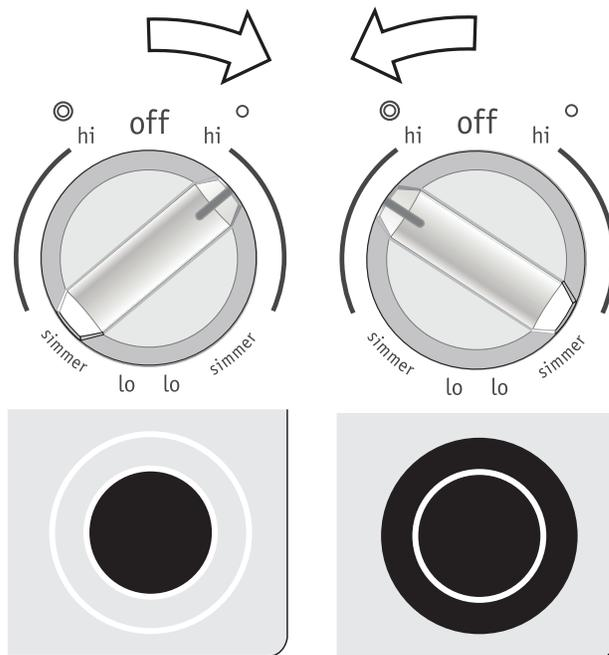

Figure 9 : Fonctionnement du serpentin intérieur (G) et fonctionnement du serpentin intérieur/extérieur (D)
La table de cuisson est munie d'un ou de deux éléments de surface radiants doubles qui se trouvent à la position avant gauche et avant droite ou à la position arrière droite. Les symboles situés au-dessus des boutons de commande servent à indiquer quel serpentin de l'élément radiant double va chauffer. Le symbole doté d'un seul cercle indique que seul le serpentin intérieur va chauffer (voir figure 9). Le symbole doté de deux cercles indique que le serpentin intérieur et extérieur vont tous les deux chauffer (voir figure 9). Vous pouvez alterner entre ces deux réglages à tout moment durant la cuisson.
2. Enfoncez le bouton de commande et tournez-le vers le symbole à un seul cercle pour les ustensiles de cuisson plus petits et vers le symbole à deux cercles pour les ustensiles de cuisson plus grands (voir figure 9). Tournez le bouton pour ajuster le réglage, si nécessaire. Commencez la plupart de vos cuissons par un réglage élevé, puis diminuez la chaleur pour terminer la cuisson. Chaque élément de surface fournit une quantité de chaleur constante à chacun des réglages. Une zone de couleur rouge brillante qui dépasse du bord inférieur de l'ustensile indique que ce dernier est trop petit pour la zone de chauffage utilisé.